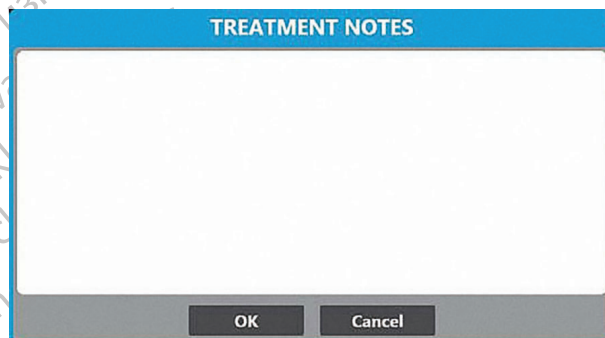

Figure 17. Fenêtre **TREATMENT NOTES** (Notes de traitement)
- Appuyer sur le bouton **TREATMENT NOTES** (Notes de traitement) sur l'écran de thérapie pour ajouter des observations et d'autres informations pertinentes au dossier de traitement (Figure 17).